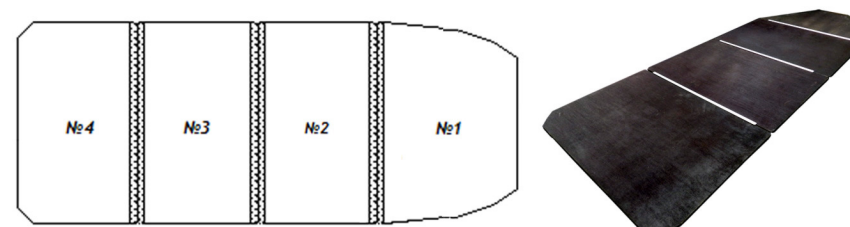

Рис.4
– В ЛН Хантер 320 Л – сборный пол из водостойкой ламинированной фанеры толщиной 9 мм с соединительным Н-образным алюминиевым профилем (рис.4). Сборный пол состоит из носовой секции № 1 – малая трапеция, секций № 2, № 3, № 4.